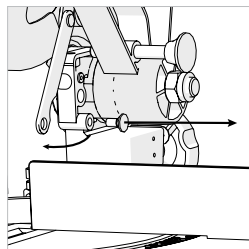

Fig. 24
- Retirez le bras de manœuvre du carter inférieur de la machine en enlevant la vis du pivot. **(Fig. 24)** Conservez cette vis en sécurité pour une utilisation ultérieure.